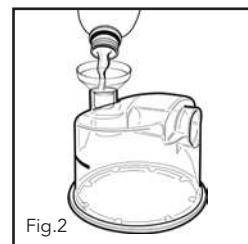

Fig.2
- c. Llene la cámara hasta la línea de llenado solamente con agua destilada; se suministra un embudo opcional para facilitar el llenado (Fig.2).